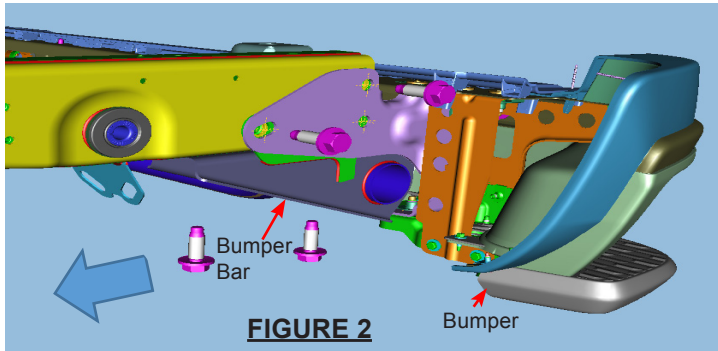

FIGURE 2
2. Make sure that both the bumper and bumper bar are secured while removing 4 M14 bolts from both sides of vehicle as shown using 21mm socket. See Figure 2
- Veiller à ce que le pare-chocs et la barre du pare-chocs soient fixés lors de la dépose des 4 boulons M14 des deux côtés du véhicule, comme indiqué, à l'aide de la douille de 21 mm. Voir la figure 2